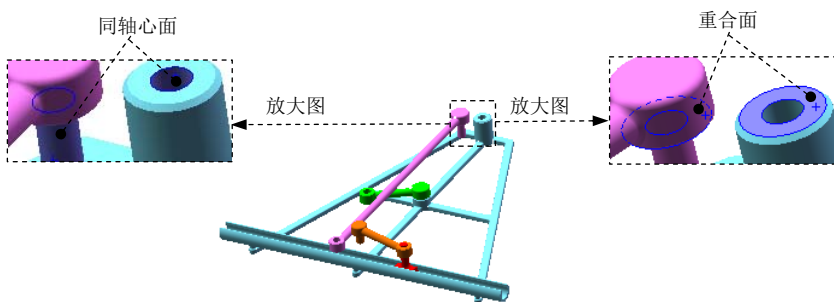

图 9.10.12 定义配合
(1) 引入零件。选择下拉菜单 **插入(I)** → **零部件(Q)** → **现有零件/装配体(E)...** 命令，系统弹出“插入零部件”对话框；单击“插入零部件”对话框中的 **浏览(B)...** 按钮，在弹出的“打开”对话框中选择 rocker_bar.SLDPRT，单击 **打开(O)** 按钮；将零件放置于合适的位置。
(2) 添加配合，使零件完全定位。
① 选择命令。选择下拉菜单 **插入(I)** → **配合(M)...** 命令，系统弹出“配合”对话框。
② 添加“同轴心”配合。单击 **标准配合(A)** 区域中的  按钮，选取图 9.10.12 所示的两个面为同轴心面，再选择“配合对齐”的“同向对齐”按钮 ，单击对话框中的  按钮。
③ 添加“重合”配合。单击 **标准配合(A)** 区域中的  按钮，选取图 9.10.12 所示的两个面为重合面，单击快捷工具条中的  按钮。